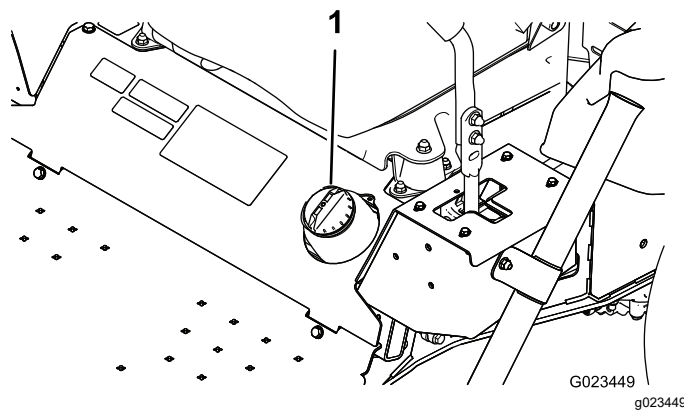

Figura 13
2. Limpie la zona alrededor del tapón del depósito de combustible (Figura 13).